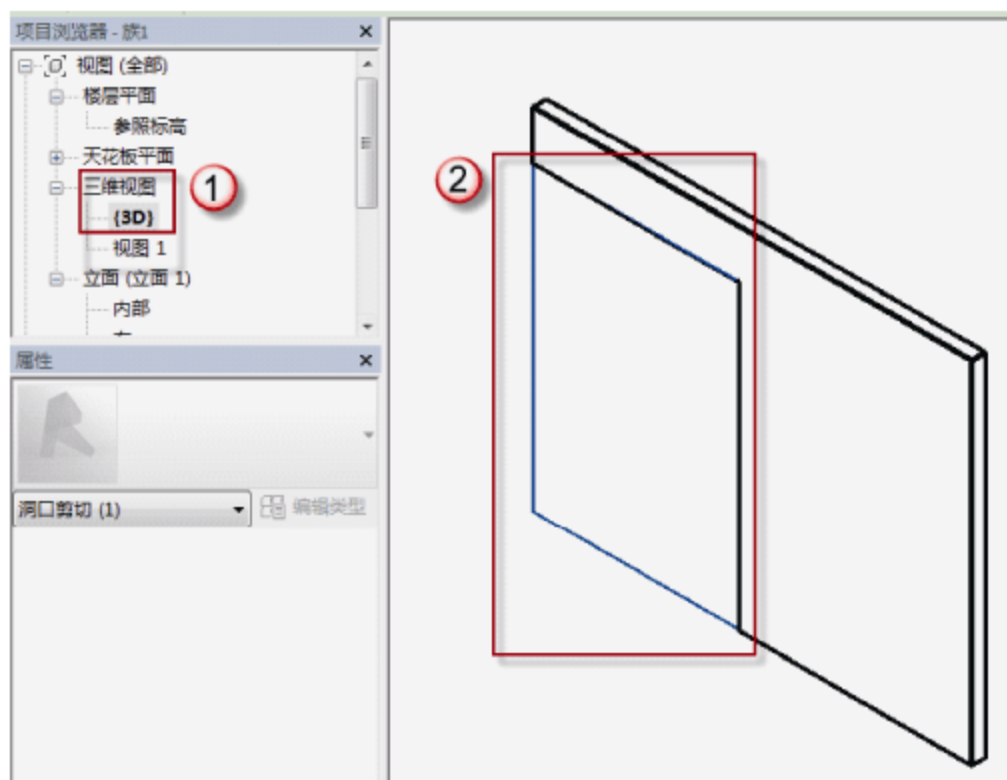
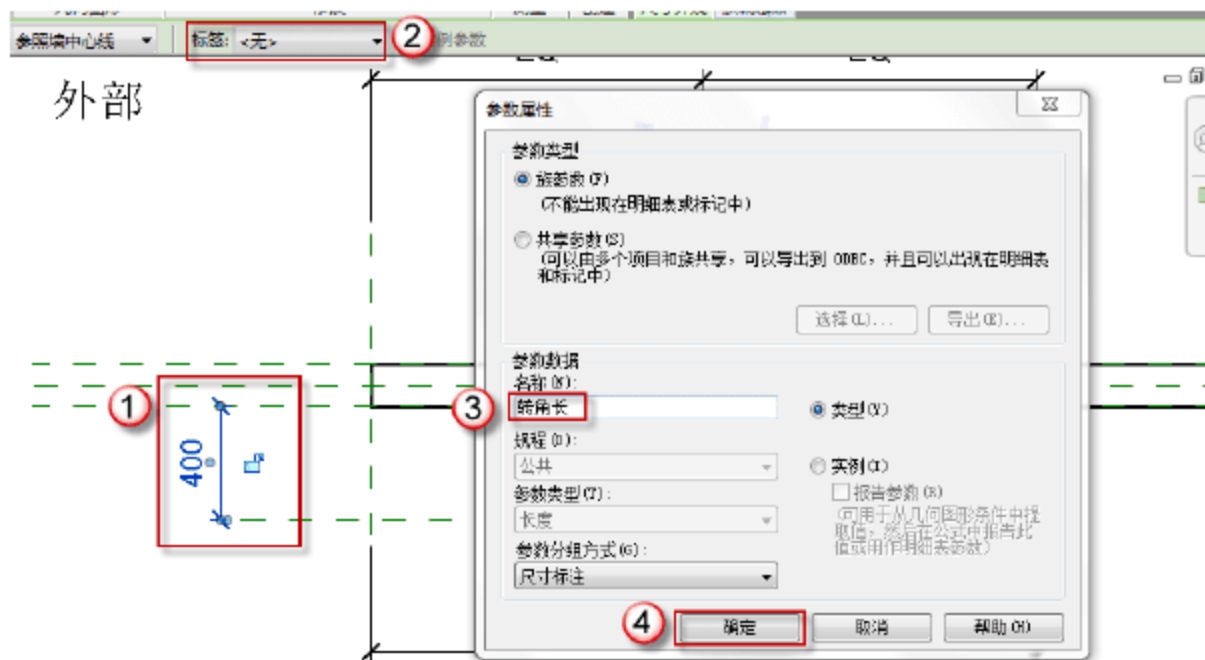

图 7.1.7 删除图形“洞口剪切”
图 7.1.8 新建尺寸参数“转角长”
(7) 新建尺寸参数“转角长”。按快捷键 R+P，在上方“标签”的“偏移量”中输入“400”字样，绘制一条距离窗内边线 400 的一条参照平面辅助线，如图 7.1.7 所示。按快捷键 D+I，标注从窗内边线到辅助线的距离，按 Esc 键，然后选择该标注，在上方“标签”中选择“添加参数”，弹出“参数属性”对话框，在“参数数据”的“名称”栏中输入“转角长”字样，单击“确定”按钮，如图 7.1.8 所示。